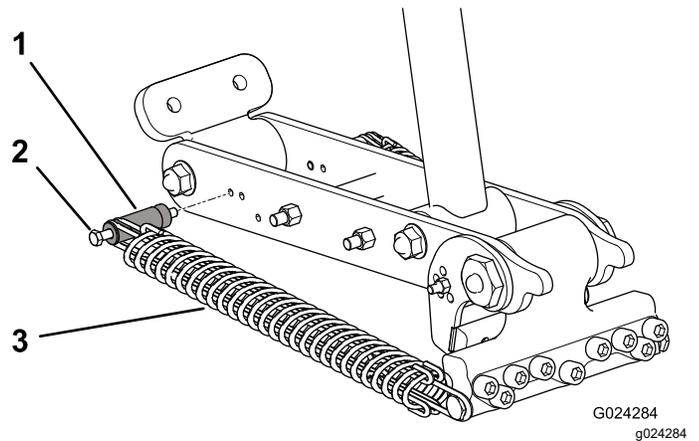
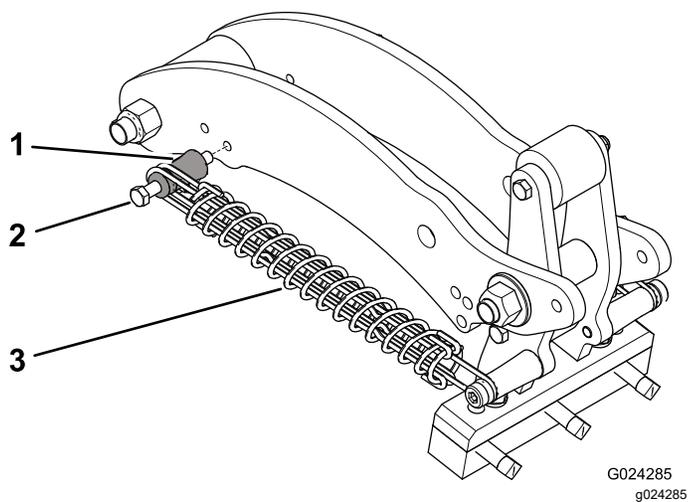

Figure 39
Figure 40
4. Retirez l'écrou qui fixe le boulon du montant de ressort au bras d'attelage (Figure 39 ou Figure 40).
5. Retirez le boulon de montant et le montant du bras d'attelage et réinsérez-les dans l'autre trou de réglage (Figure 39 ou Figure 40).